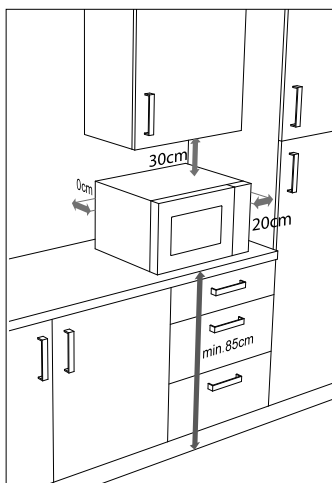

Abb. 3: Geräteabstand
- ▶ Für eine ausreichende Belüftung müssen die in Abbildung 3 dargestellten Abstände eingehalten werden. Der Abstandshalter an der Geräterückseite muss die Wand berühren. Er gewährleistet den korrekten Abstand beim Aufstellen der Mikrowelle.